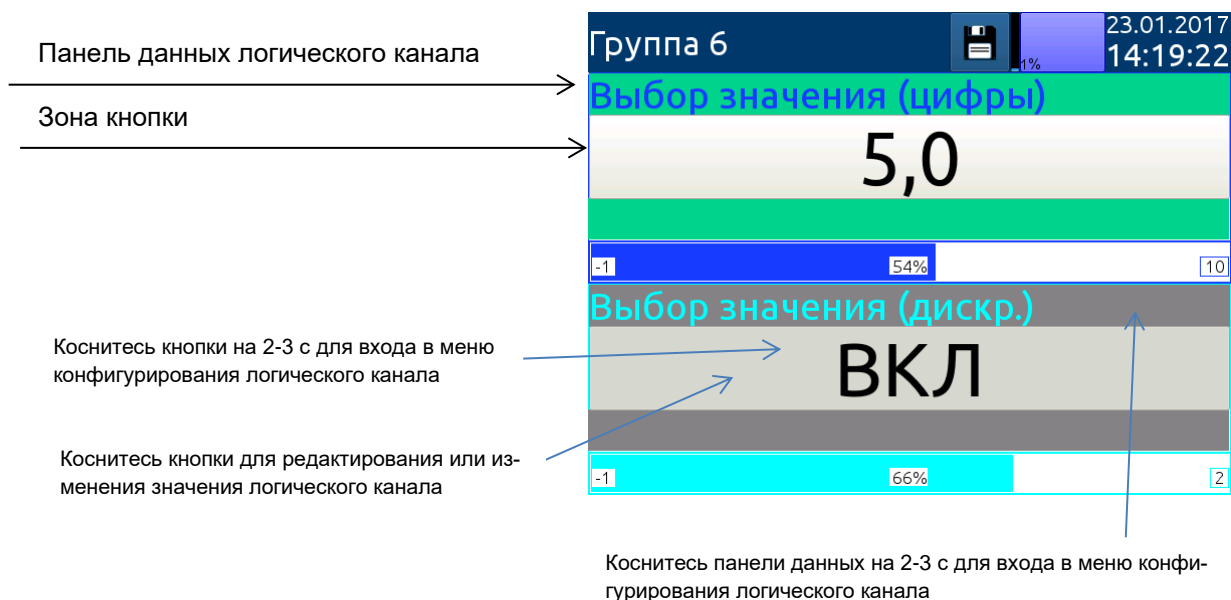

Рисунок 2.60 – Панель данных для логического канала в режиме «Выбор значения»
**«Режим кнопки»** – параметр позволяет активировать кнопку на панели данных (см. рисунок 2.60) и имеет два варианта: